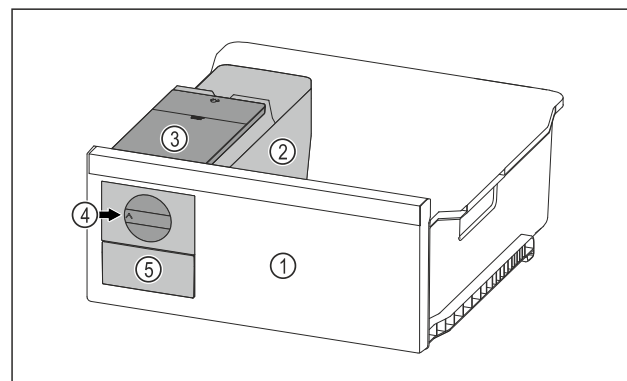

Fig. 108 Beispielhafte Darstellung
- Drehknopf Fig. 108 (4) im Uhrzeigersinn bis zum Anschlag drehen.
- Eiswürfel fallen aus der Eiswürfelschale in das Eiswürfelschubfach Fig. 108 (5).